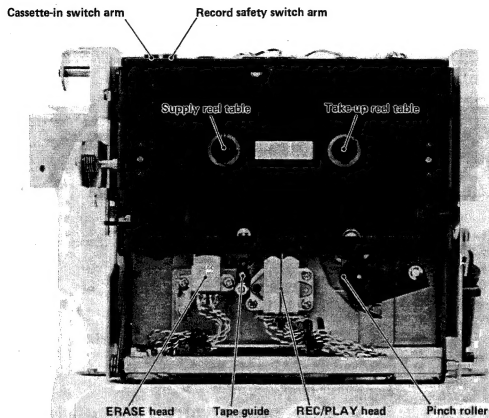

Fig. 3-2 Transport front view トランスポート前面図
2. Push up the cassette switch (transport protection lever) shown in Fig. 3-2, then while holding the cassette switch up, press the PLAY button to engage the pinch roller and capstan shaft.
1. カセット・イン・スイッチ・アーム (図3-2)を上方に押し、プレイ・モードにする。測定中、スイッチ・アームは上方に押し続けること。